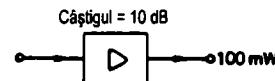

Figura A6.2
(2) Fie Figura A6.2. Pentru a afla puterea de intrare:
Conversia din decibeli în raport și viceversa pentru valori diferite de cele din cele două tabele se poate face împărțind în părți potrivite. De exemplu, 13 dB poate fi împărțit în 10 dB + 3 dB și 10 dB este un raport de 10 , iar 3 dB este un raport de 2 . Deci, raportul total echivalent este $10 \times 2 = 20$ (vedeți figura A6.2).